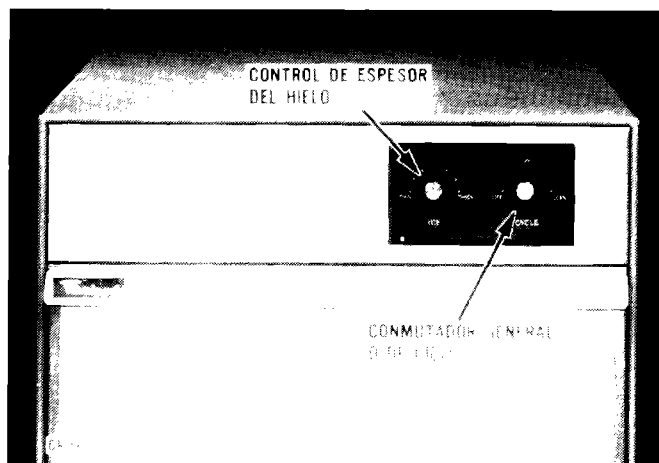

FIGURA 1 — CONMUTADOR GENERAL
La máquina ha sido ajustada en fábrica para producir hielo de aproximadamente 13 mm de espesor. El espesor se puede aumentar o disminuir ajustando convenientemente el control de espesor (*Figura 1*), aunque el mejor rendimiento se obtendrá con un espesor de 13 mm.
1. Poner el conmutador general (*Figura 1*), en la posición « OFF » (parada).